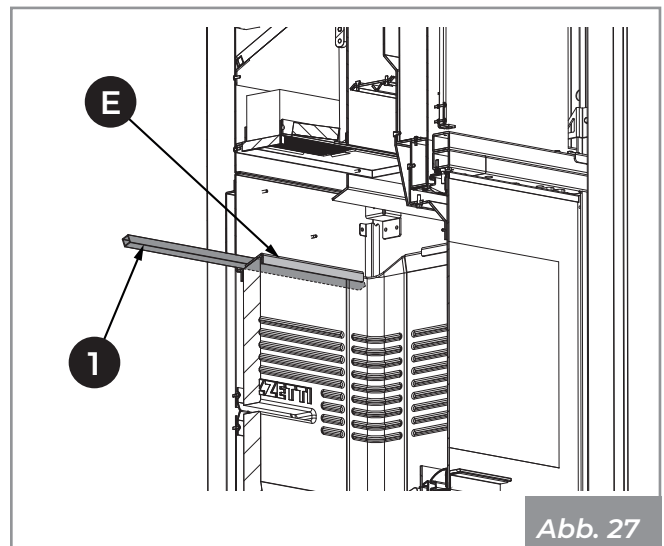

Abb. 27
- 12)** Legen Sie das Distanzstück (**1**) auf die oberen Sperrbügel (**E**) (**Abb. 27**).